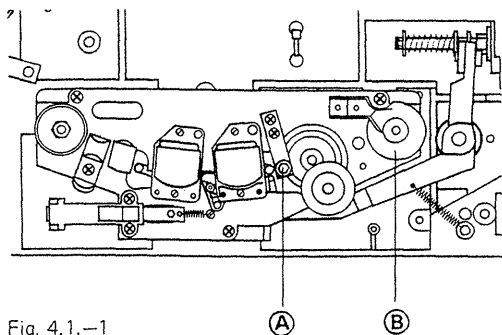

Fig. 4.1.-1
- Bandführungen reinigen, Bandführung (A) *nicht verstellen*. Wenn nötig, kann die Bandführung mit einem Kreuzschlitz-Schraubenzieher vom Kopfträger gelöst werden (2 Schrauben, Fig. 4.1.-1).
- Tacho-Rolle (B) reinigen
- Clean tape guides, take care *not to alter* the adjustment of guide (A). The tape guide may be removed from the headblock after undoing its Phillips head mounting screws (2 screws, fig. 4.1.-1).
- Clean the tachometer roller (B)
Nettoyez les guides de bande, *ne pas dérégler* le guide de bande (A), qui si nécessaire ne sera démonté qu'avec son support, à l'aide d'un tournevis à croix (2 vis, fig. 4.1.-1).
- Nettoyez la roue tachymétrique (B)